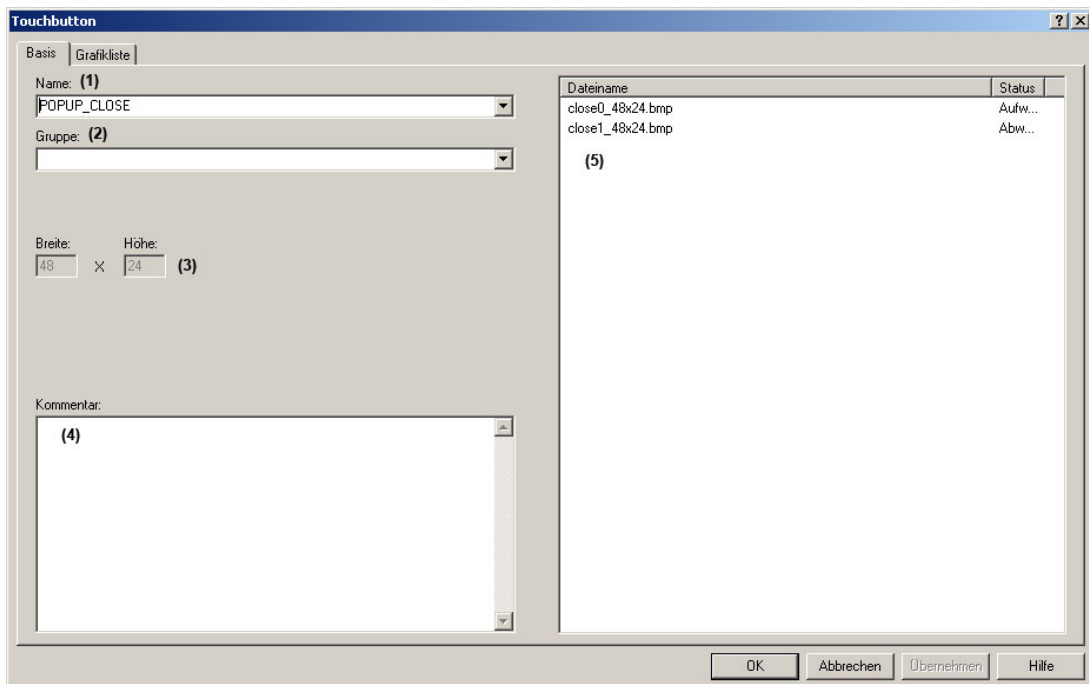

Abb. 6.27: Dialog "Touchbutton, Basis"
- ⇒ Wechseln Sie wieder auf die Seite "Basis" (Abb. 6.27).